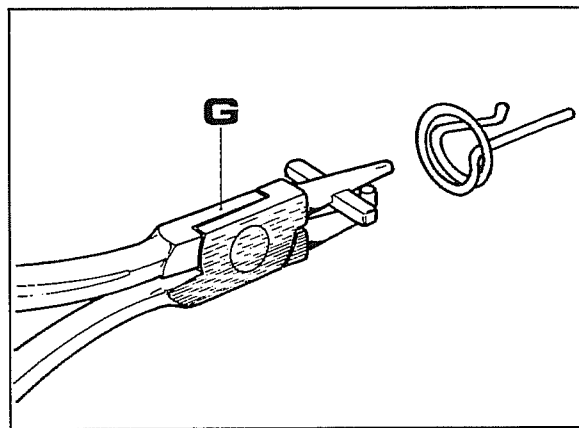

Fig. 14
- Para montar novamente a mola **R** fig.8 servir-se da ferramenta **G** fig.14.